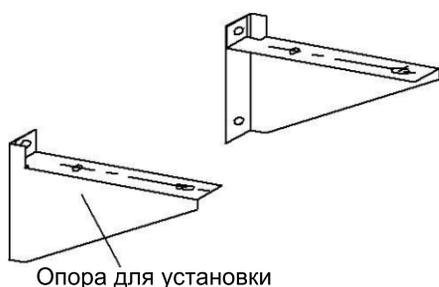

Рис.10
- Если для установки наружного блока необходимы монтажные кронштейны, пользователь может купить их у нашей компании или агентов (рис.10).